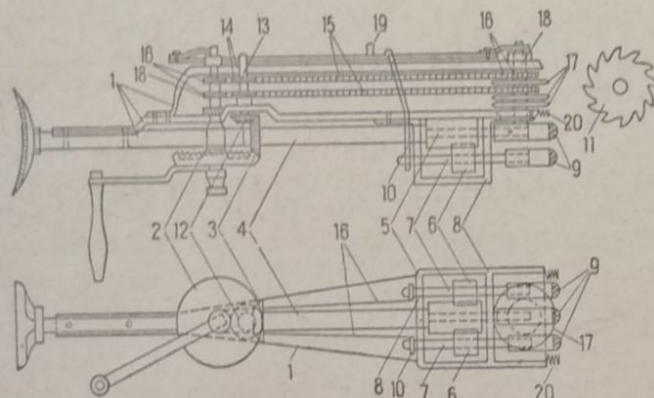

Рис. 1. Автоматический маркировщик
Прибор (рис. 1) состоит из основной части станины (1) с седлом на конце для упора в плечо или другую часть тела при работе.